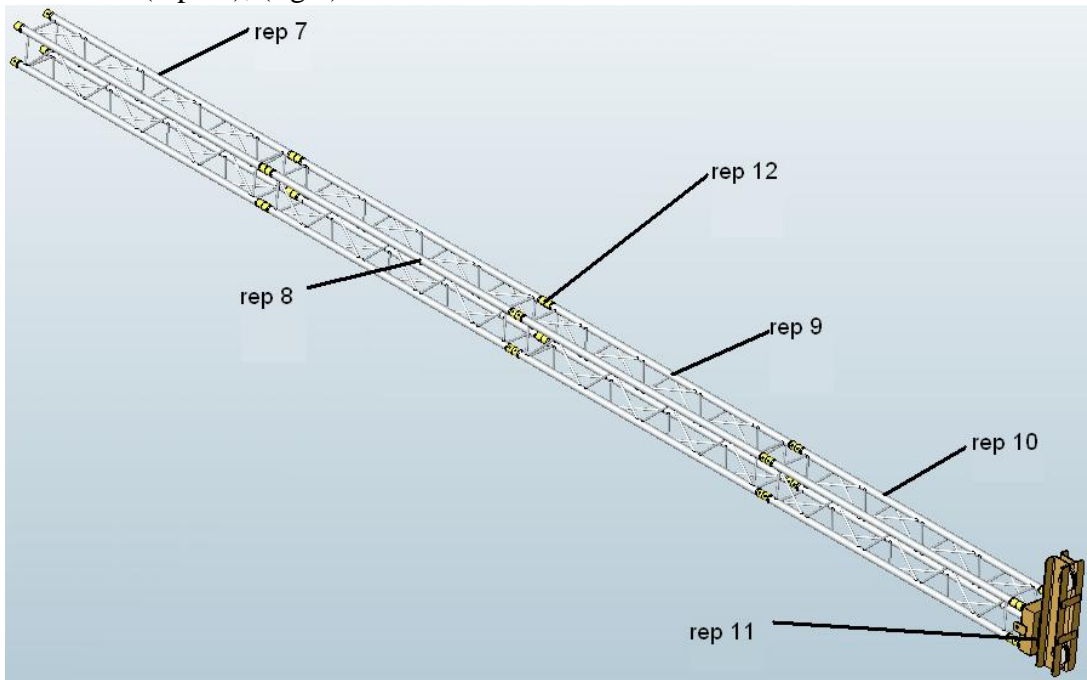
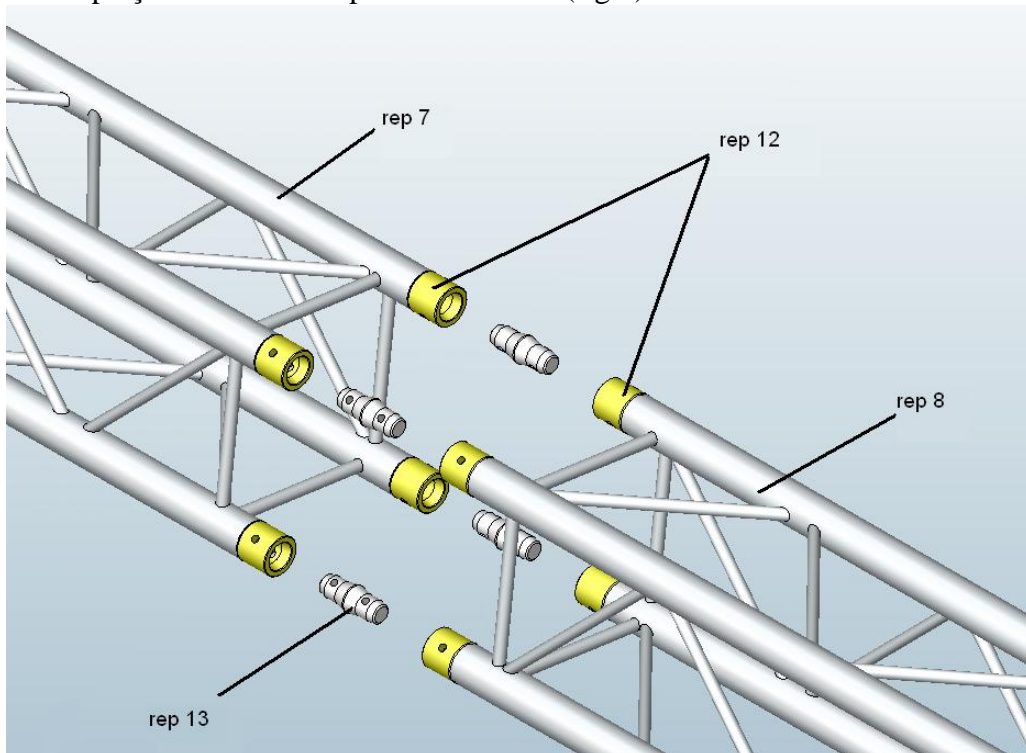

fig.5
fig.6
a) Positionner les mâts 2 (rep 7), 3 (rep 8), 4 (rep 9) et 5 (rep 10), ainsi que la tête de tour (rep 11), horizontalement (fig.5), de manière à pouvoir assembler les manchons mâles (rep 13) et femelles (rep 12), (fig.6).
b) Assembler les manchons mâles (rep 13) et femelles (rep 12) à l'aide d'une goupille de sécurité en la plaçant dans le trou prévu à cet effet (fig.6).